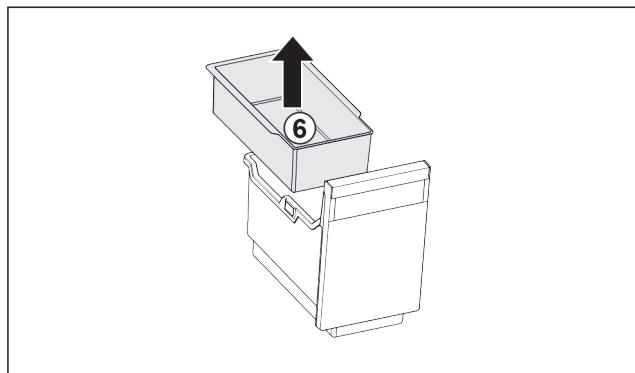

Fig. 81
- Vzemite ven Fig. 81 (6) obešalno skodelico.